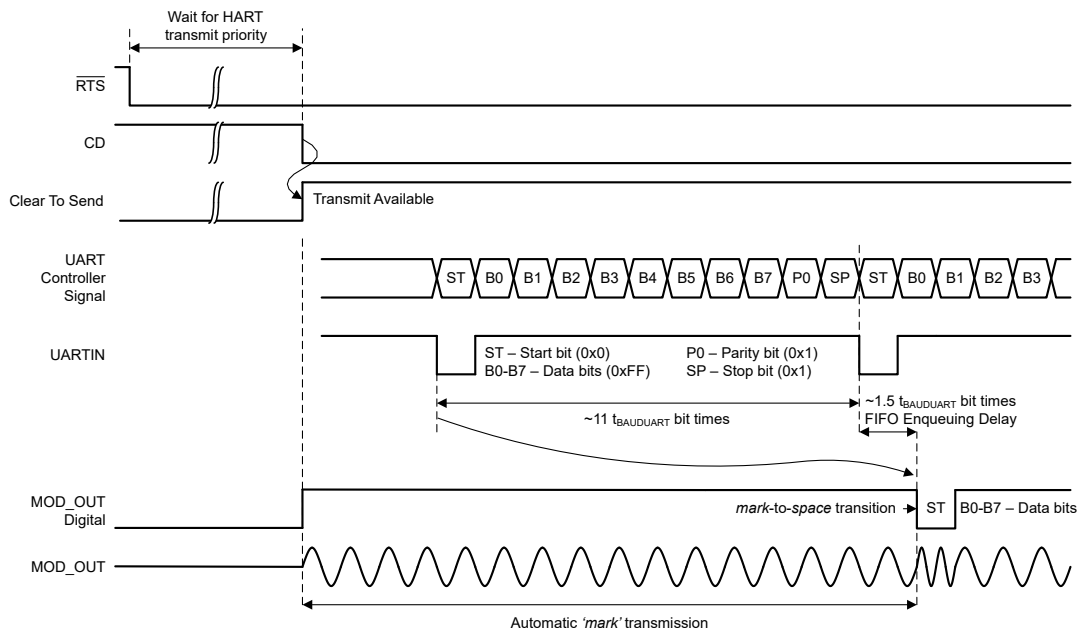

**図 6-20. HART 送信開始のタイミング図 (UART モード)**
**SPI + UART** モードと **UBM** モードでは、データのデコードと同期のために、**UARTIN** ピンのストップ ビットから、データが **FIFO\_U2H** にエンキューされるまでに、約 1.5 ビット時間 ( $1.5 \times t_{\text{BAUDUART}}$ ) の遅延が生じます。図 6-20 に、このタイミングを示します。